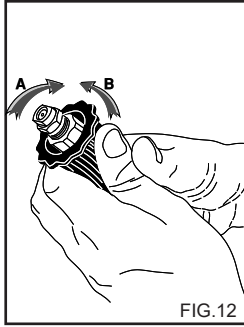

FIG.12
ANVENDELSE AF DET REGULERBARE HOVED (fig. 12)
2) Aktivér højtryksrenseren, åbn hanen til rengøringsmiddel (hvis en sådan findes), aktivér opsugningsfunktionen på strålerøret (fig. 12), og spred rengøringsmidlet på den overflade, der skal vaskes, ved at køre nedefra og oppefter. Lad det virke i et par minutter.